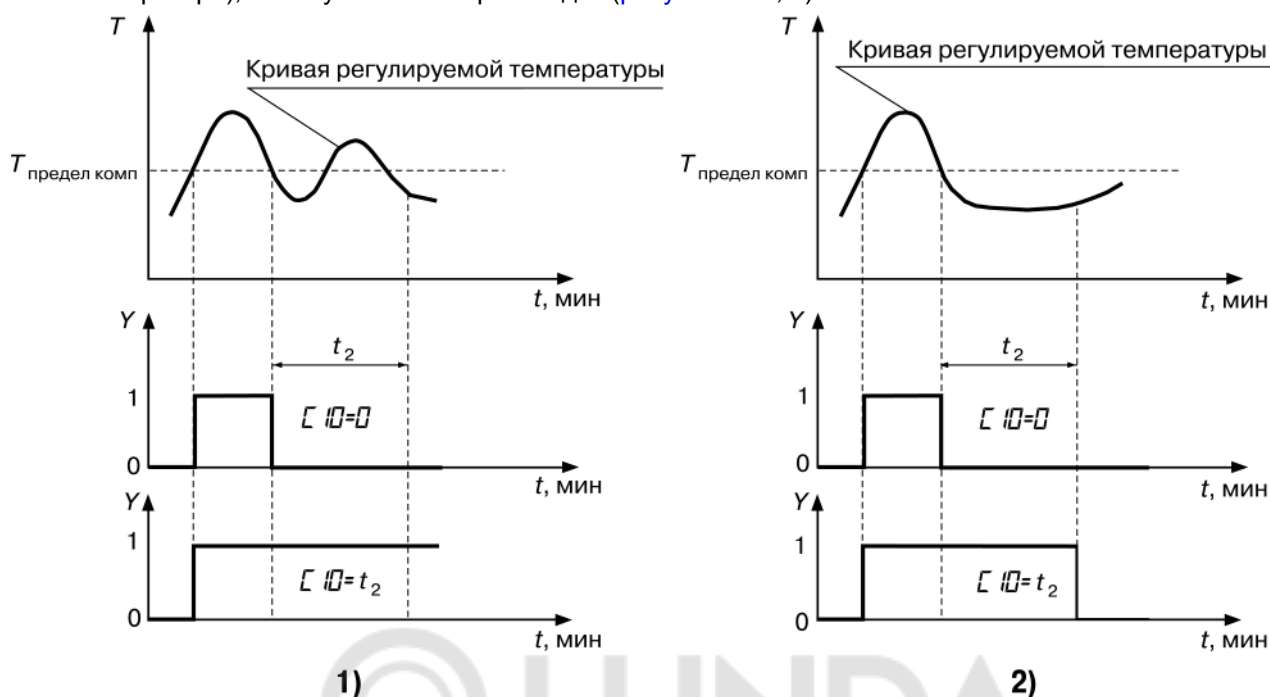

Рисунок 7.22 – Задержка отпущения компаратора: 1) компаратор «не отпустил» 2) компаратор «отпустил»
- если время нахождения управляемой величины ниже установленного предела после срабатывания компаратора меньше t_2 (установленного времени задержки отпущения компаратора), то отпущения не происходит (рисунок 7.22, 1);